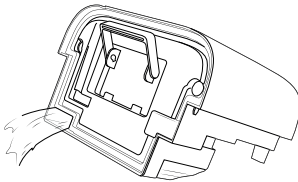

Abb. 2
- ◆ Gießen Sie das Wasser durch die Öffnung des Deckels aus (siehe Abbildung 2) und setzen Sie den Wassertank **4** wieder in das Gerät ein. Das Gerät setzt den Betrieb mit dem zuvor gewählten Programm fort.